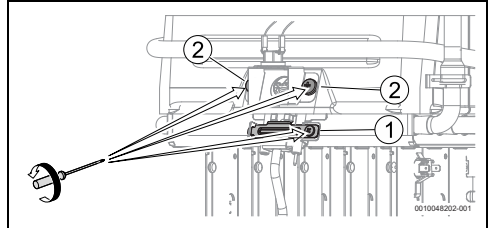

Fig. 19
- ▶ Retirer les vis qui maintiennent le raccord-union de la veilleuse, fig. 19, [1].
- Retirer les vis qui maintiennent le raccord-union de l'appareil de commande pour la chambre de combustion, fig. 19, [2].